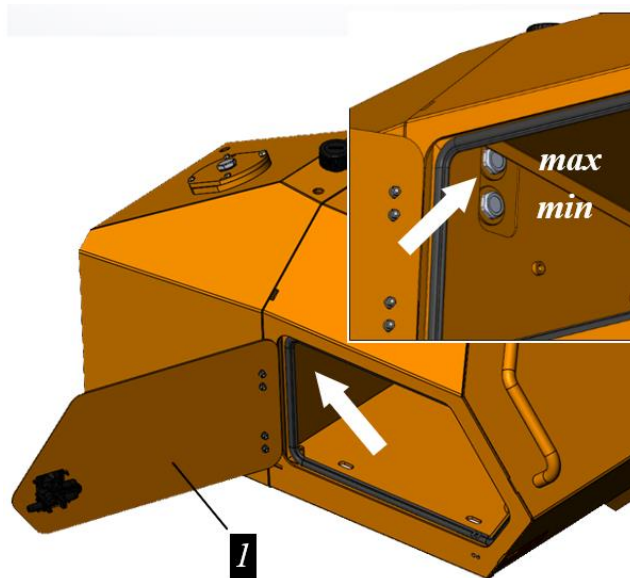

Рисунок 3.96. Проверка уровня масла в гидравлическом баке
- ▶ Открыть дверцу инструментального ящика 1 рис. 3.96.
- ▶ Проверить уровень масла в гидравлическом баке см. рис. 3.96.
- ▶ Закрыть дверцу инструментального ящика 1, рис. 3.96.